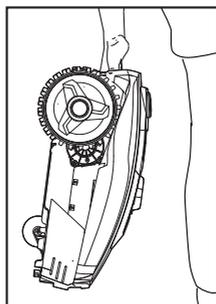

Fig. 30
- S'assurer que la machine est éteinte à l'aide de la clé de l'interrupteur d'alimentation principal (6) avant de soulever ou de transporter la machine.
- Lors du transport de la machine, toujours utiliser la poignée de transport (7) et s'assurer que sa face inférieure est orientée à l'opposé de votre corps (Fig. 30).